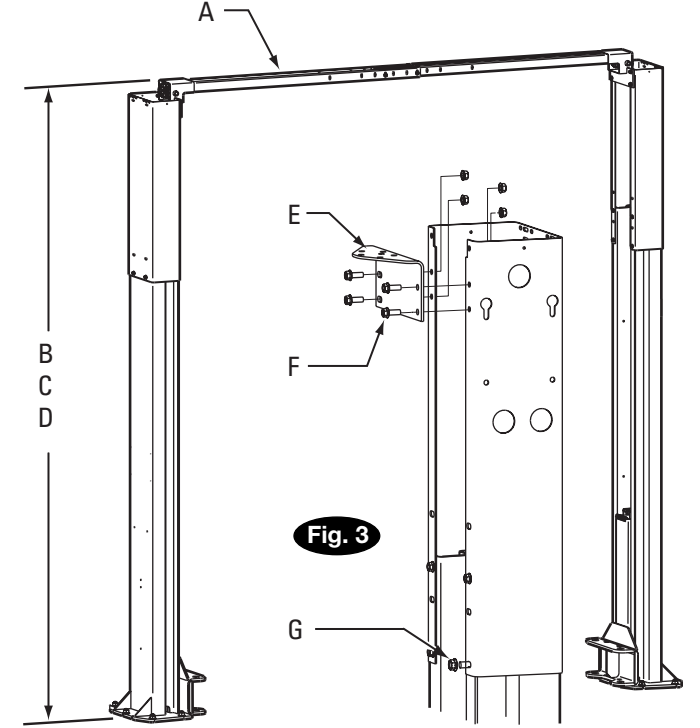

Abb. 3 Detail
- 2. Hebebühnen-Höhe:** Siehe Abb. 3 für Hebebühnen-Gesamthöhe für jeden einzelnen Hebebühnentyp. 25 mm zur Gesamthöhe hinzufügen, um Mindesthöhe (bis zur niedrigsten Begrenzung) zu ermitteln.
- 4. Säulenverlängerungen:** Bevor die Säulen vertikal positioniert werden, die Säulenverlängerungen installieren, dabei (12) 3/8"-16NC x 3/4" Schlossschrauben-HHCS und angeflanschte Sicherheitsmuttern verwenden (Abb. 3 und 4).
- Overhead-Halterung:** Overhead-Halterung an Säulenverlängerungen anbringen (Abb.3).